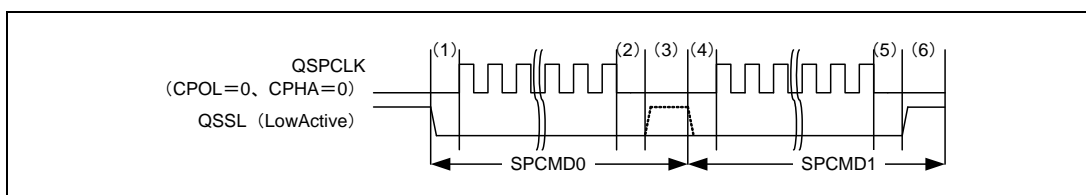

図 17.13 QSSL 信号レベル保持を利用したバースト転送の例 (Single-SPI モード)
もう一つの方法はシリアル転送終了後、次のシリアル転送まで QSSL をアサートし続けることでバースト転送を実行する方法です。コマンドレジスタ 0~3 (SPCMD0~3) の QSSL 信号レベル保持ビット (SSLKP) を 1 に設定すると、そのコマンドレジスタに対応する転送終了から次の転送までの間 QSSL 信号をアサートし続けます。QSSL 信号レベル保持機能を利用したバースト転送の例を図 17.13 に示します。図中 (1) ~ (6) の動作内容を以下に説明します。